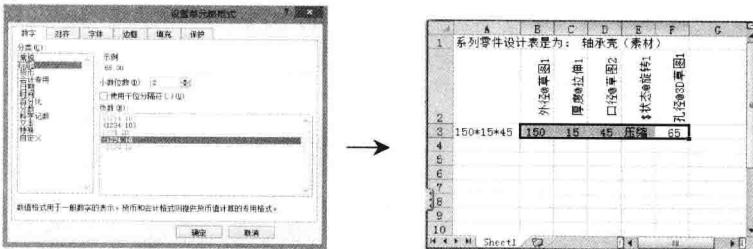

图 1-20 设置表格数值区为“数值类型”操作
STEP 7 选中第3行除第1列外的数据，右击选中的数据，选择“设置单元格格式”菜单，打开“设置单元格格式”对话框，如图1-20左图所示，设置其格式为“数值”，如图1-20右图所示（下面要设置的其余数据区数据也需要设置为“数值”）。